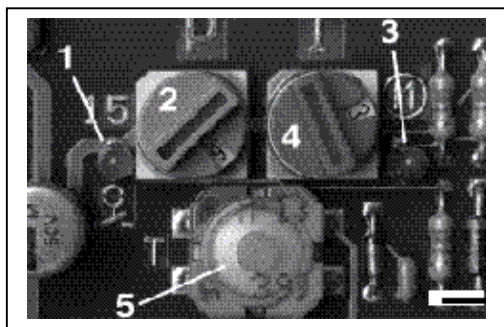

Рис. 28 – Световые диоды на блоке управления
Примечание : При установке на 0 появляется сигнал блокировки, при котором светиться правый световой диод 3 рис. 28. Одновременно будет автоматически установлено заводское время работы.
- Установлена фишка 2 или 3 рис. 28 на 0, появится сигнал сбоя/блокировки на правом световом диоде 3.
Тастер 5 рис. 28 продолжительно надавлен (коротко закнут)
- Наличие питание на блоке управления определяется свечением левого светого диода (LED) 1 Рис. 28.